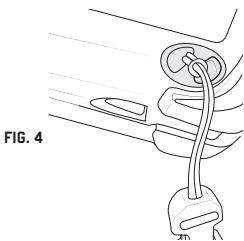

FIG. 4
3. Cinch the loop connector to the captive hole in the barcode scanner by pulling the female buckle end through the loop and pulling the loop tight to remove slack. [fig. 4]
3. Pase la hebilla hembra por el lazo y tire de ella para apretar el lazo en el orificio de sujeción del escáner hasta que no tenga holgura. [fig. 4].